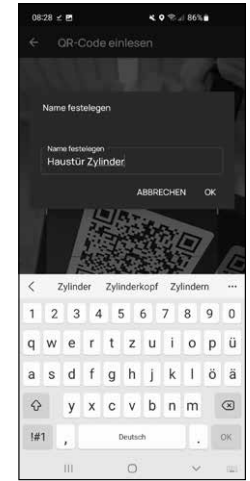

Abb. 5
- 7 In dem darauffolgenden Fenster werden Sie nach einem Namen für den Zylinder gefragt. Bei der Verwendung mehrerer Zylinder und secuENTRY-Komponenten ist es zu empfehlen, den Zylinder so zu benennen, dass Sie direkt erkennen können, worum es sich handelt und wo sich der Zylinder befindet bzw. angebracht ist. Im Beispiel dieser Anleitung wird der Zylinder mit „Haustür Zylinder“ betitelt. Bestätigen Sie den Namen mit „OK“ (Abb. 5).